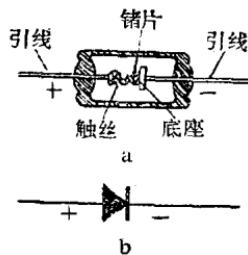

图 1-10 点接触二极管结构及其符号
(1) 晶体二极管 它实际上就是一个 PN 结，如图 1-10 所示。由于它具有单向导电性，所以一般用它来整流（把交流电变为直流电）和检波。